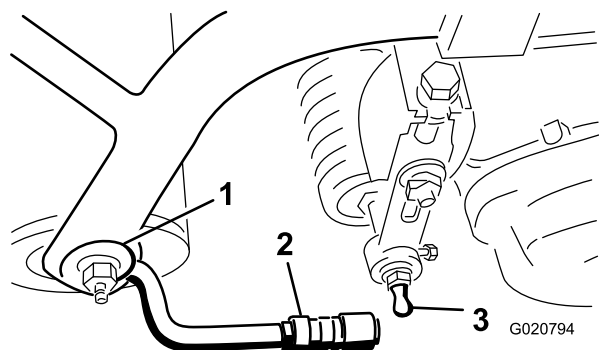

Figura 8
3. Faça deslizar a manga para a junta esférica e engate o receptor na junta esférica da unidade de corte. Liberte a manga, fazendo-a deslizar para o engate, bloqueando desta forma a estrutura (Figura 8).